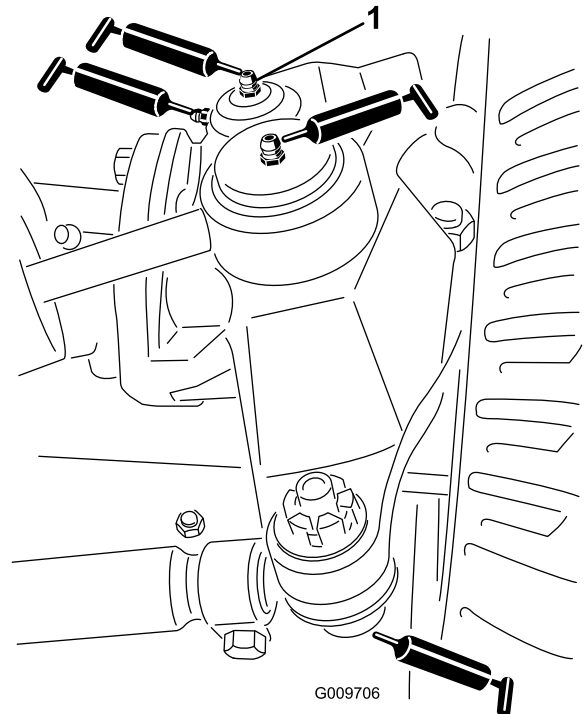

Figura 35
- Rótulas do cilindro da direção (2), como se mostra na Figura 35
- Rótulas da barra de ligação (2), como se mostra na Figura 35
- Casquilhos do pino principal (2), como se mostra na Figura 35